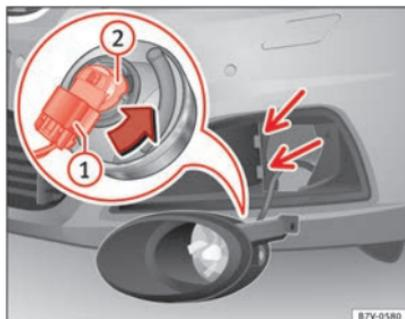

Abb. 211 Glühlampe im Scheinwerfer auswechseln.
4. Scheinwerfer ein wenig nach vorn klappen und aus den seitlichen Aufnahmen ⇒ Abb. 211 (kleine Pfeile) herausziehen.
5. Anschlussstecker ⇒ Abb. 211 ① entriegeln und abziehen.
6. Lampenhalter ⇒ Abb. 211 ② in Pfeilrichtung bis zum Anschlag nach links drehen und mit der Glühlampe nach hinten herausziehen.
9. Anschlussstecker ⇒ Abb. 211 ① auf den Lampenhalter ⇒ Abb. 211 ② stecken. Der Anschlussstecker muss hörbar einrasten.
10. Scheinwerfer in die Aufnahmen ⇒ Abb. 211 (kleine Pfeile) stecken und nach hinten klappen.